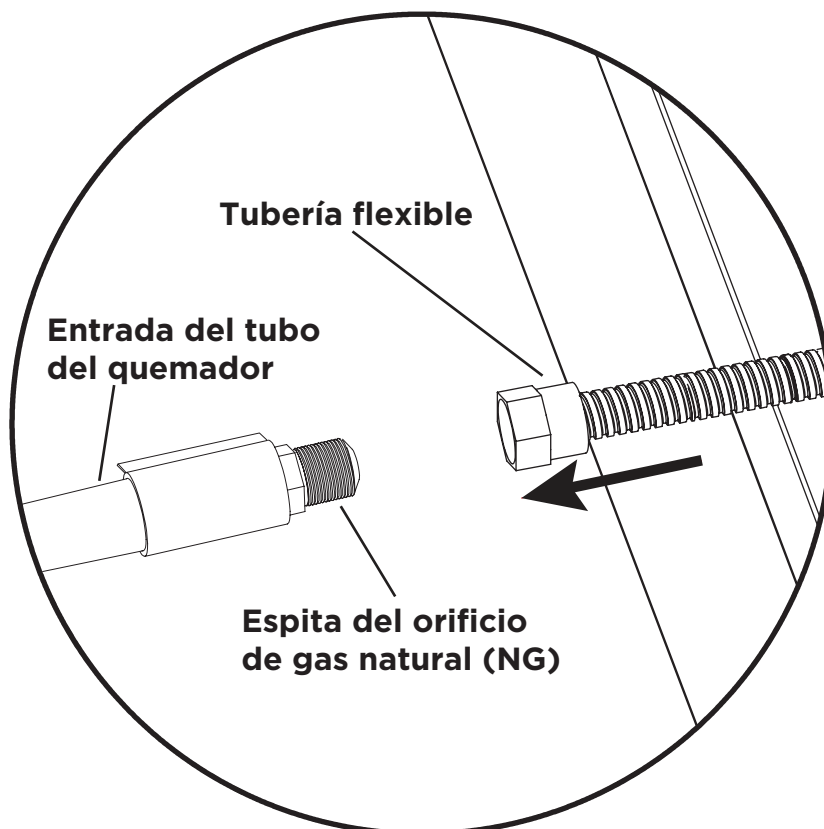

**Fig. 1**
6. Deslice el manguito sobre la abertura de aire primario (consulte la Fig. 1). Seguidamente, atornille la nueva espita del orificio de gas natural (NG) en la entrada del tubo del quemador (consulte la Fig. 2).